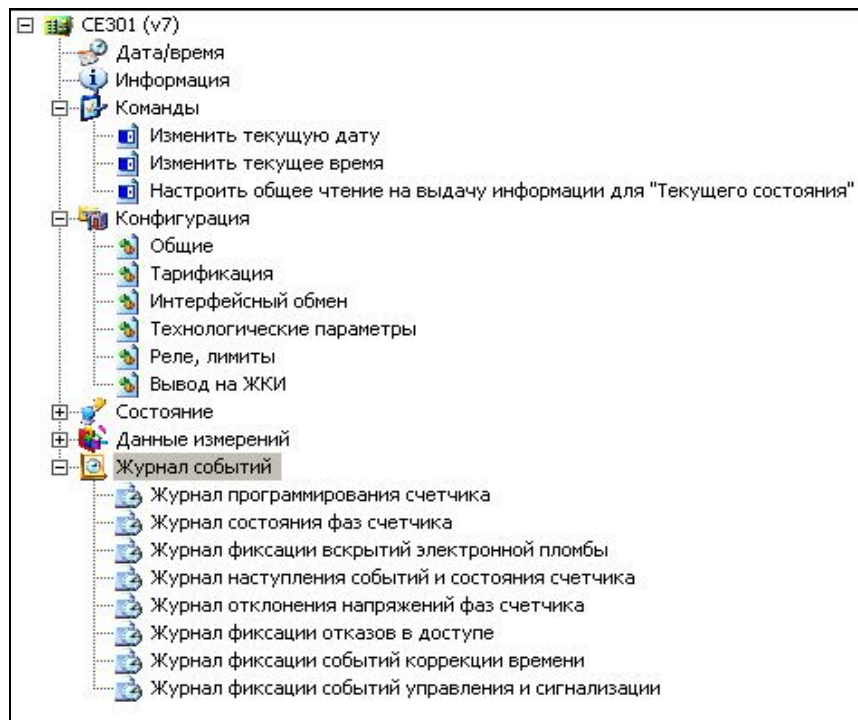

Рисунок 5.28 – Журналы счетчика
- в первом кадре (мигает "TOTAL" ,светится "kW·h " и не светится маркер "← ") первой группы параметров ("PArT 01") (рисунок 5.28), необходимо перевести счетчик в режим программирования – дважды нажать кнопку "ДСТП" (на ЖКИ выводится текст "EnAbL");
5.6.11.4 Журналы и их счетчики-указатели доступны для просмотра по интерфейсу (рисунок 5.28) и описаны в приложении А.